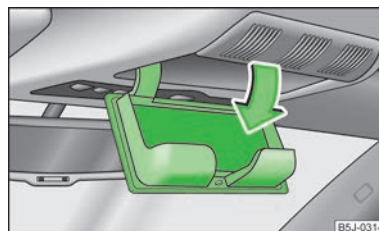

Fig. 69
- Presionar la tapa del compartimento para las gafas en la zona de la moldura; éste se abrirá hacia abajo » fig. 69.